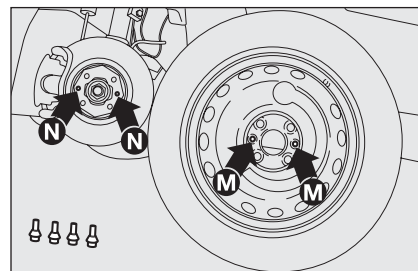

fig. 15
- ☐ montar la rueda haciendo coincidir los orificios **M-fig. 15** con con los correspondientes pernos de fijación **N**;